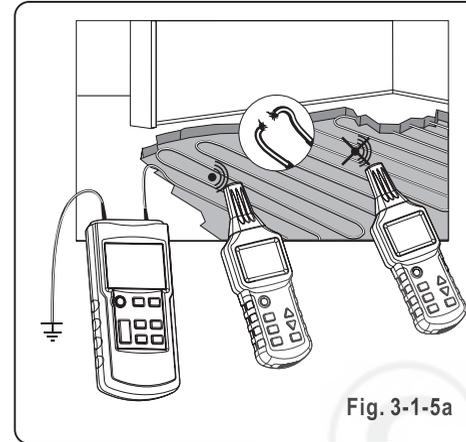

Fig. 3-1-5a
- > Toutes les lignes non utilisées doivent être branchées à la mise à la terre auxiliaire, comme illustré à la Fig. 3-1-5a.
4. Un second transmetteur n'est pas indispensable dans ce cas. Pour l'utilisation d'un seul transmetteur, voir la Fig. 3-1-5a.